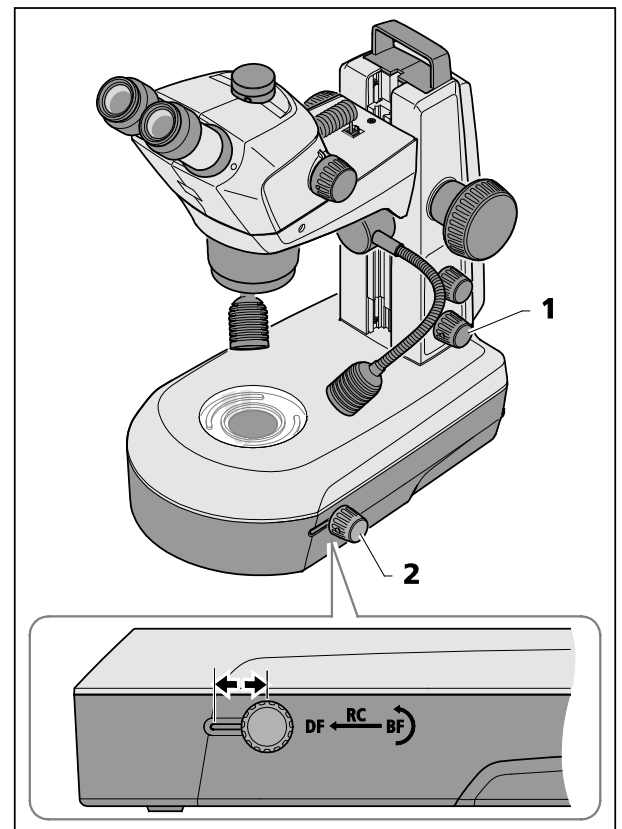

Bild 26 Durchlichteinheit im Stativ K LAB
- Durch Drücken auf den unteren Drehknopf (Bild 26/1) Durchlicht einschalten.
- Durch Schieben des Dreh-/Schiebeknopfes (Bild 26/2) in die hintere Stellung Hellfeld (BF) einstellen.
- Durch Drehen des Dreh-/Schiebeknopfes (Bild 26/2) den Klar- oder diffusen Spiegel einschwenken bzw. den Kippwinkel verstellen.
- Durch Verschieben des Dreh-/Schiebeknopfes (Bild 26/2) in die vordere Stellung wird auf Dunkelfeld-Beleuchtung (DF) umgeschaltet.
- ☞ Durch Verschieben des Dreh-/Schiebeknopfes (Bild 26/2) in eine mittlere Position und durch Kippen des Spiegels werden Schräglichteffekte (RC) erzeugt, sehr gut geeignet zum Sichtbarmachen von Strukturen ungefärbter Objekte.